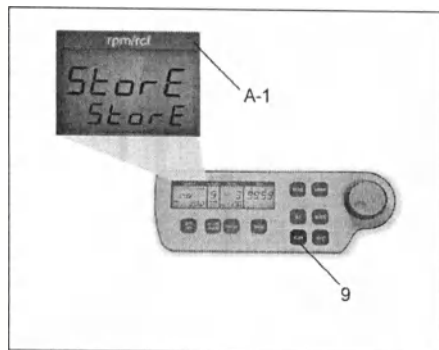

Рисунок 3
- Все изменения в настройках должны быть подтверждены клавишей «start» [запуск] (9). В качестве визуального подтверждения на дисплее «rpm/rcf» [об/мин / центробежное ускорение] (A-1) появится слово «store» [сохранить]. Только после этого изменения в настройках будут действительны! (см. рисунок 3)!